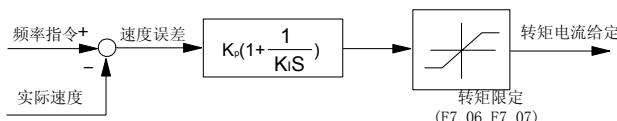

图6-15 速度调节器简化框图
1. 速度调节器(ASR)的构成如图6-15所示。图中KP为比例增益P，KI为积分时间I。